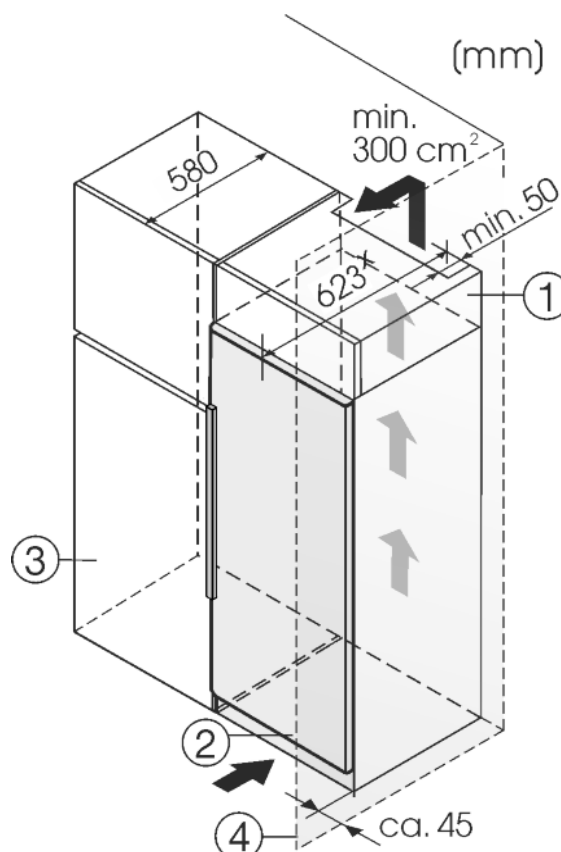

Fig. 9
- (1) Uždedama spintelė
- (2) Prietaisas
- (3) Virtuvės spinta
- (4) Sieną
Prietaisą galima montuoti į virtuvės spinteles. Norint prietaisą Fig. 9 (2) priderinti prie nišos aukščio, virš jo galima įrengti uždedamą spintelę Fig. 9 (1).
Jeigu prietaisas su vyriais statomas greta sienos Fig. 9 (4), mažiausias atstumas tarp prietaiso ir sienos turi būti 40 mm. Šis statumas atitinka rankenų išikišimą esant atvertoms durims.